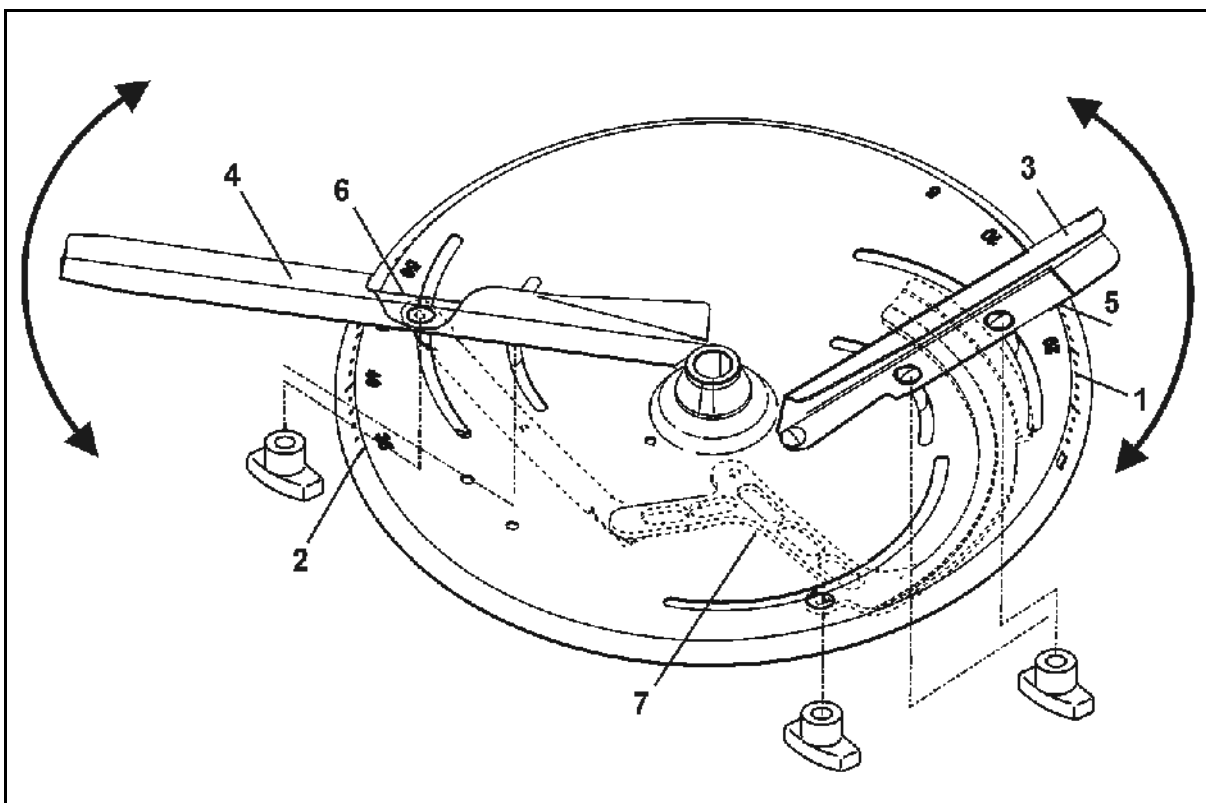

Fig. 60
For en nøyaktig innstilling av de ulike spredevingestillingene uten bruk av verktøy er det plassert to ulike skalaer (Fig. 60/1 og Fig. 60/2) som ikke kan forveksles, på hver spredeplate.
- Den korteste spredevingen (Fig. 60/3) har en skala (Fig. 60/1) med verdier fra 5 til 28, og den lengste spredevingen (Fig. 60/4) en skala (Fig. 60/2) med verdiene 35 til 55.
- Les av innstillingsverdien for den korte spredevingen (Fig. 60/3) på avlesingskanten (Fig. 60/5).
- Les av innstillingsverdien for den lange spredevingen (Fig. 60/4) av på avlesingskanten (Fig. 60/6).
- Når spredevingene dreies til en høyere tallverdi på skalaen (Fig. 60/1 el. Fig. 60/2), blir arbeidsbredden større.